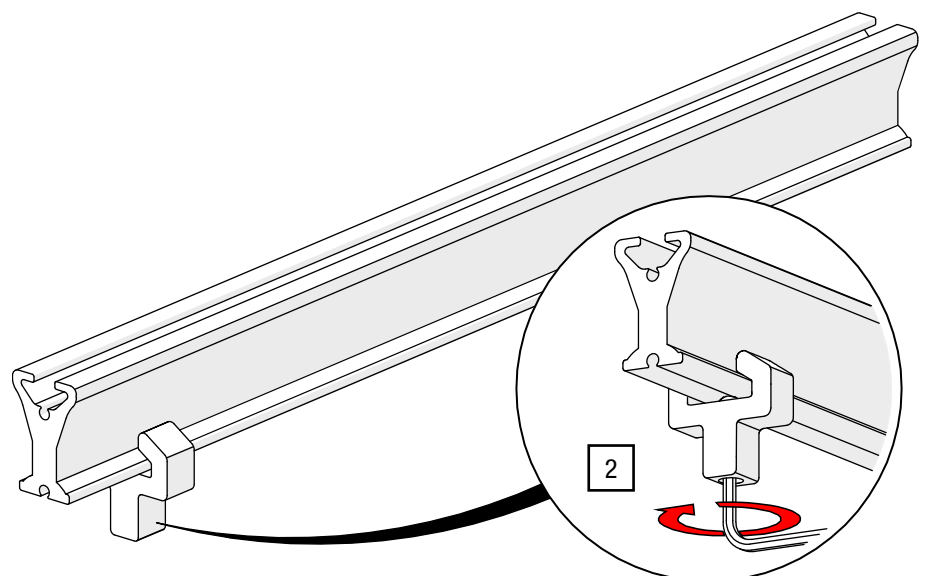

Abb. 38: Endanschlag variabel – Gewindestift anziehen
2. Ziehen Sie den Gewindestift mit einem ISK SW 2 mit 3 Nm an (siehe Abb. 38).